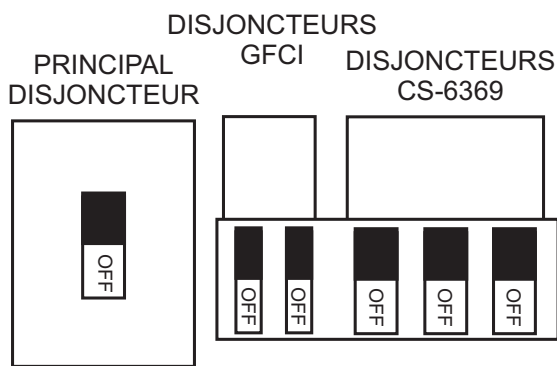

Figure 51. Disjoncteurs Principal, Secondaire et GFCI en Position OFF (DÉSACTIVÉ)
1. Faites passer les disjoncteurs **PRINCIPAL**, **SECONDAIRE** et **GFCI** (Figure 51) en position **OFF (DÉSACTIVÉ)** (pas de charge).